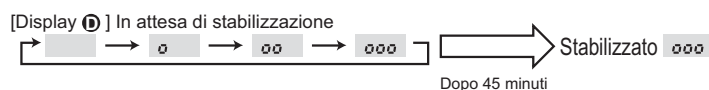

Fig. 8-3
- 3 Premere il tasto **FILTER** (tasto ←) per confermare l'impostazione. (Fig. 8-3)